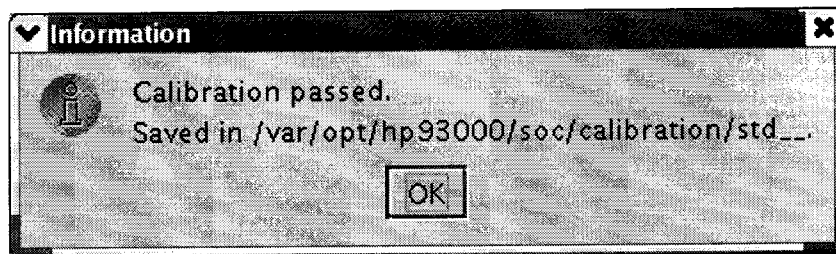

Рисунок 26 – Диалоговое окно
7.5.4.13 Если автокалибровка проведена успешно и параметры системы соответствуют спецификациям, система выведет диалог с надписью «Calibration passed» (рисунок 26).